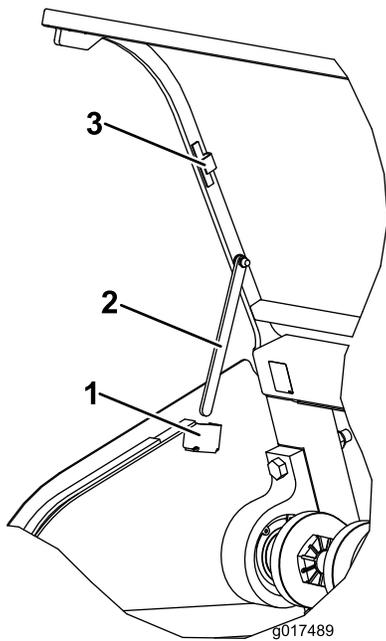

図 34
3. 各支持棒はマグネットで収納されているので、ブラケットから外して降ろし、キャッチに差し込む（図 34）。